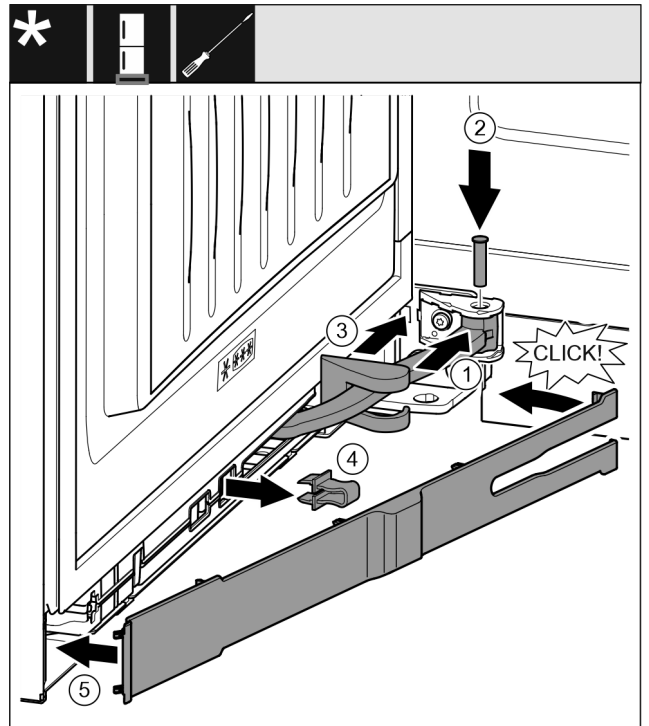

Fig. 38
- ▶ Завъртете шарнира в окачването. Fig. 38 (1)
- ▶ С отвертка T15 поставете болта в окачването и шарнира. При това обърнете внимание на това, фиксиращата гърбица да е легнала правилно в жлеба. Fig. 38 (2)
- ▶ Избутайте капака на лагерната стойка по продължение на шарнира и го монтирайте над окачването. Fig. 38 (3)
- ▶ Свалете предпазителя. Fig. 38 (4)
- ▶ Поставете капачката от страната на дръжката и я завъртете навътре. Fig. 38 (5)